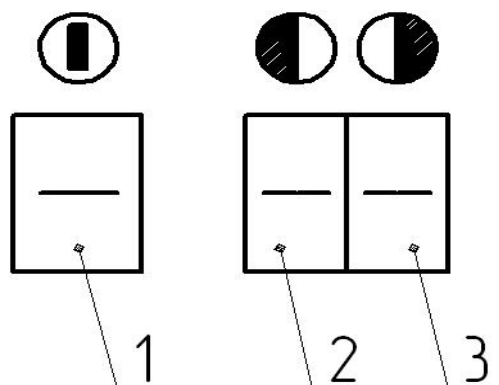

Рис.2. Пульт управления.
- На коробе расположены выключатель сетевой поз.1 (рис.2) и выключатели нагревателей поз.2 и 3 (рис.2).
- 7.1.1 Для включения тепловентилятора в режим вентиляции необходимо включить сетевой выключатель (поз.1 рис.2) в положение “Включено”, при этом включается подсветка клавиши и включается вентилятор.
Для работы в режиме 1 установить клавишу поз.2 (рис.2) в положение “Включено” при этом включается подсветка клавиши, и тепловентилятор работает с 1/2 от общей мощности.
Для работы в режиме 2 установить клавиши 2 и 3 (рис.2) в положение “Включено”. При этом горит подсветка всех клавиш, и тепловентилятор работает с полной мощностью.
Конструкция тепловентилятора обеспечивает автоматический режим вентиляции нагревательных элементов. Для этого необходимо установить сетевой выключатель (поз.1 рис.2) в положение “Выключено”, при этом выключается подсветка всех клавиш. Включение вентилятора произойдет автоматически, отключение вентилятора произойдет при снижении температуры корпуса до 50°C.